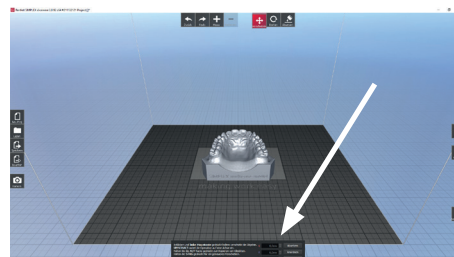

Abb. 1
⇒ Drehen anklicken. Ein Informationsfenster öffnet sich, in dem die Drehwinkel um die drei Raumrichtungen X, Y, Z angezeigt wird (siehe Abb. 1).
- ♦ Ein Informationsfenster öffnet sich, mit Angaben zum Absetzen eines Objekts (siehe Abb. 1).